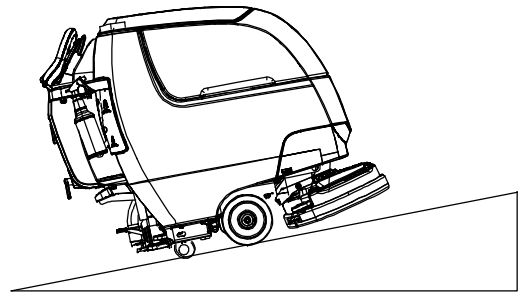

РИС. 131
2. Используйте погрузочный трап, способный выдержать вес машины и загружающего ее человека. Не эксплуатируйте машину на плоскости, угол наклона которой превышает 21 градус (Рисунок 131). Если угол наклона превышает 21 градус, необходимо использовать лебедку.